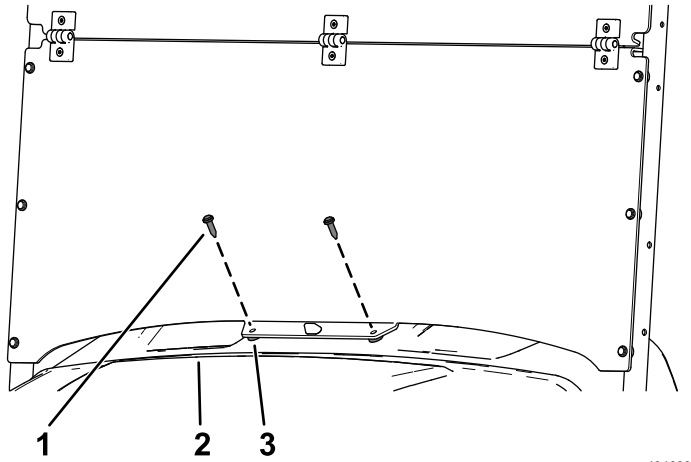

図 5
5. ウインドシールドの下部をダッシュに固定するプラスチック製スペーサ2個と長いプラスチック製リベット2本を使用する 図 5。